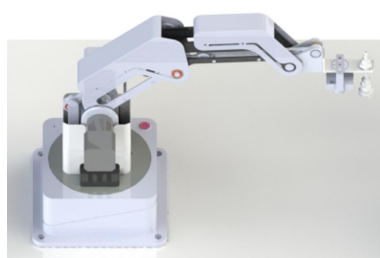

图3 智能机械臂模块
(3) 智能机械臂模块: 如图3, 由机械臂、智能2D相机以及自动吸盘组成, 用于药品的抓取与放置。